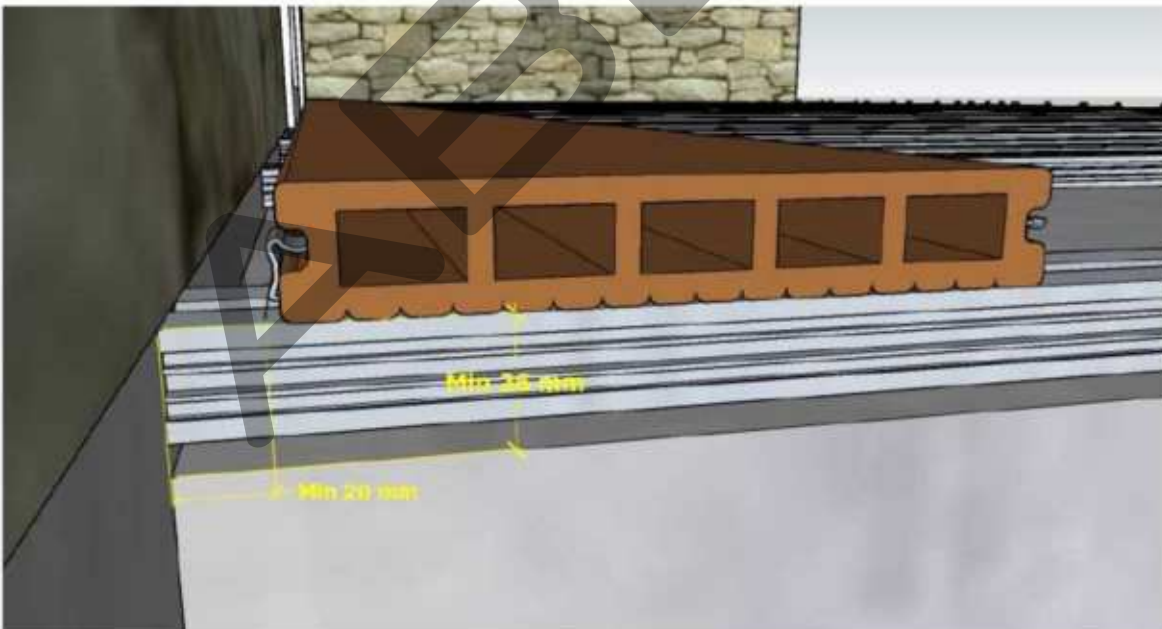

Рис.10
2. Вставляют в них первую доску, обеспечив зазор между террасным покрытием и неподвижным ограждением (например, стена) ≥ 20 мм (рис.10,11).